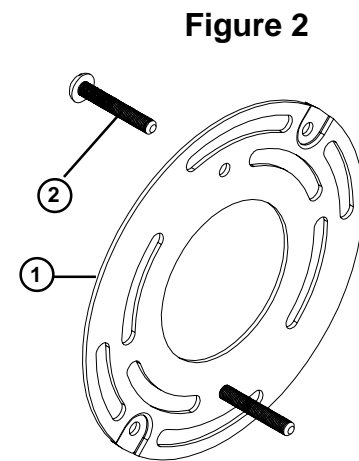

Figure 2
2. **Prepare Mounting Plate (1) for mounting** by installing Screws #8-32x1-1/8" (2) into Mounting Plate as shown in **Fig 2.**
2. **Prepare la Placa de Montaje (1) para montaje** instalando Tornillos #8-32x1-1/8" (2) en la Placa de Montaje como mostrado en la **Fig. 2.**